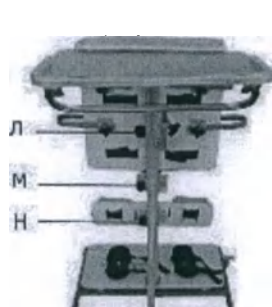

Рис. 121
1) Регулировка положения поворотного ложа (рис.121, 122, 123)